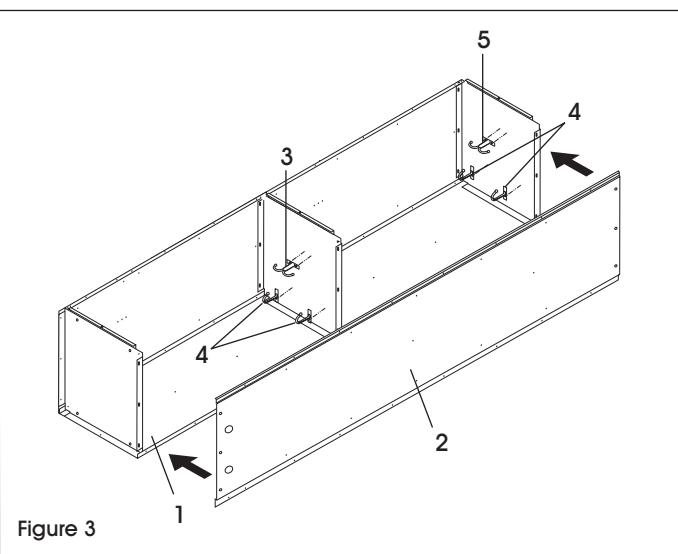

Figure 3
4. Installez un crochet de plafond double (5) et deux crochets de plafond simples (4) à chaque ouverture de casier. (Voir Figure 3)
5. Boulonnez le panneau latéral droit (2) au panneau arrière (1). Fixez le panneau latéral aux tablettes du haut, du bas, et du milieu. (Voir Figure 3)